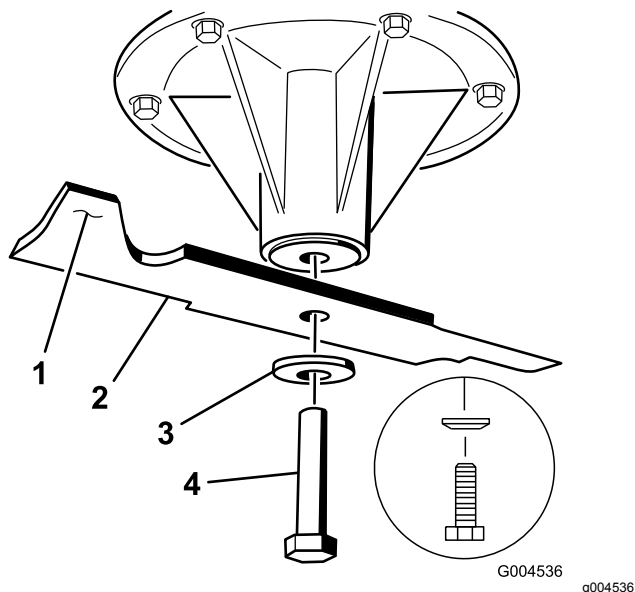

Figura 94
1. Instale la cuchilla en el eje (Figura 94).
2. Instale la arandela de muelle y el perno de la cuchilla (Figura 94).